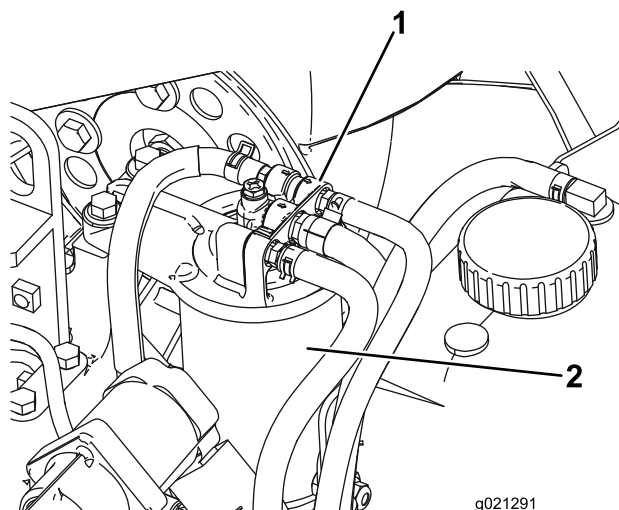

図 85
1. 燃料フィルタヘッドの周囲をきれいに拭く図 85。
2. フィルタ容器を外してヘッド取り付け部をきれいに拭く図 85。